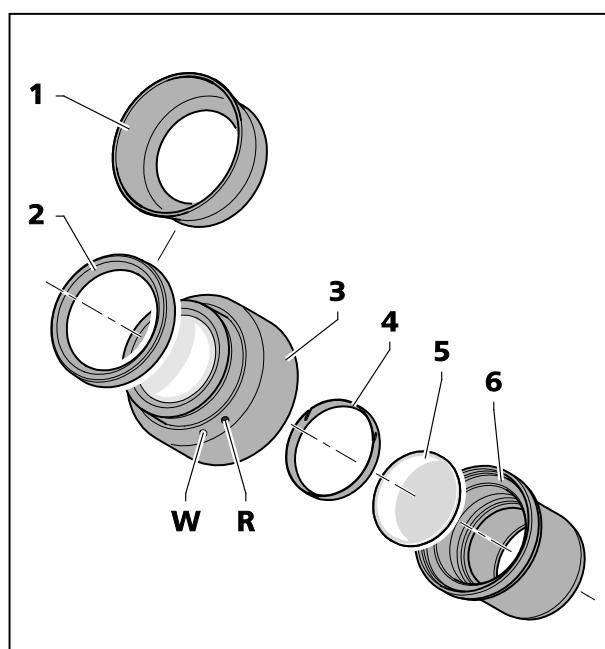

Fig. 16 Insertar la placa ocular
Los oculares están provistos de anillos de goma para la protección de gafas a fin de evitar rasguños en los cristales de gafas. Se pueden sustituir a discreción por conchas oculares volvibles (Fig. 16/1).
- Quitar para ello los anillos para la protección de gafas (Fig. 16/2) de los oculares y poner las conchas oculares (Fig. 16/1).
- Desenroscar el elemento de diafragma (Fig. 16/6) del ocular (Fig. 16/3).
- Retirar el anillo de seguridad (Fig. 16/4).
- Insertar la placa ocular (Fig. 16/5).
El ligero desplazamiento de la imagen causado por el camino de vidrio adicional se tiene en consideración en la escala de dioptrías de tal forma que la posición cero no es indicada por el punto blanco (Fig. 16/**W**) sino por el punto rojo (Fig. 16/**R**).